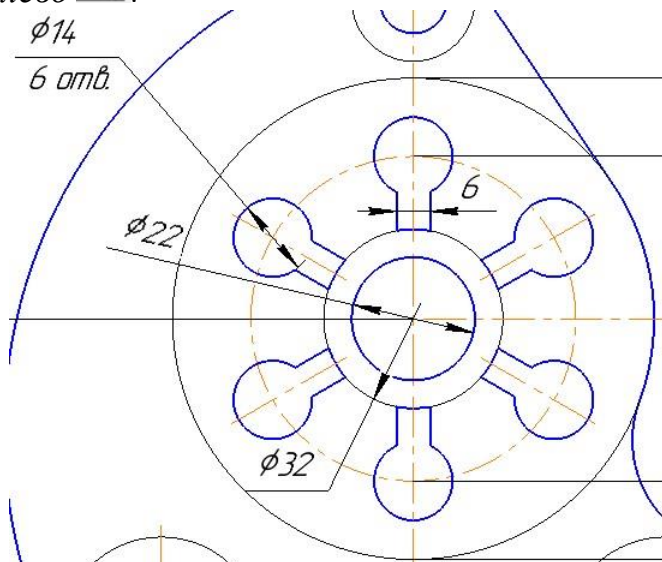

Рис. 4.4. Нанесення розмірів діаметра
Діаметральний розмір , рис. 4.4. У групі *Тип* натисніть кнопку *С обривом*. Вкажіть пасткою курсора коло. Для того, щоб розташувати розмір на полиці відкрийте список *Размещение текста* та вкажіть
4.1.10. Створіть діаметральний розмір 14 мм, рис. 4.4. Додайте дані про кількість отворів та розташуйте їх під розмірною лінією. Натисніть